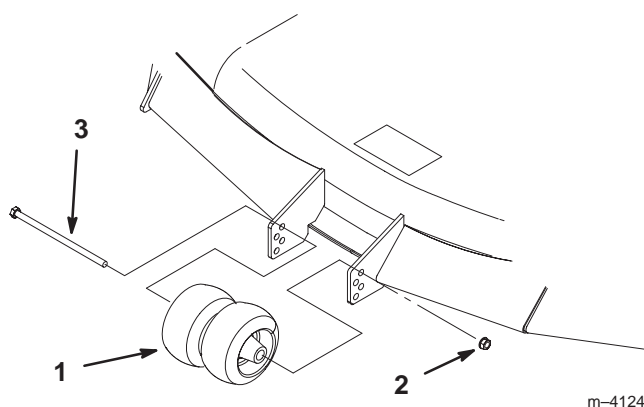

Abbildung 18
2. Nach Einstellung der Schnitthöhe Schraube und Mutter entfernen (Abb. 18).
3. Das Loch so wählen, daß das Eichrad auf der nächsten gewünschten Schnitthöhe positioniert ist (Abb. 18).
4. Schraube, mittlere Rollen und Mutter wieder anbringen (Abb. 18).